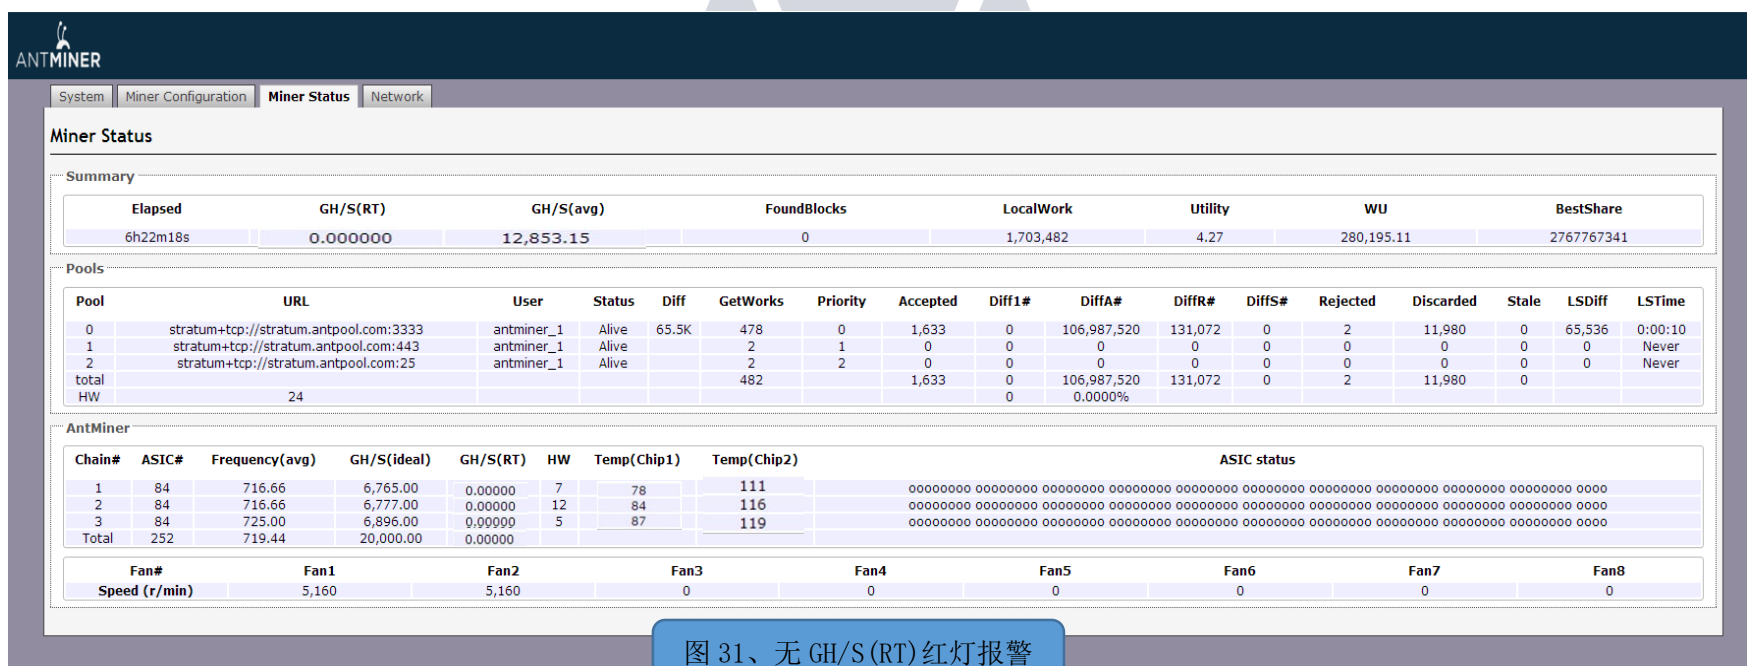

图 31、无 GH/S(RT)红灯报警
1.8 无 GH/S(RT)算力，红灯闪并报警。如图 31 所示: